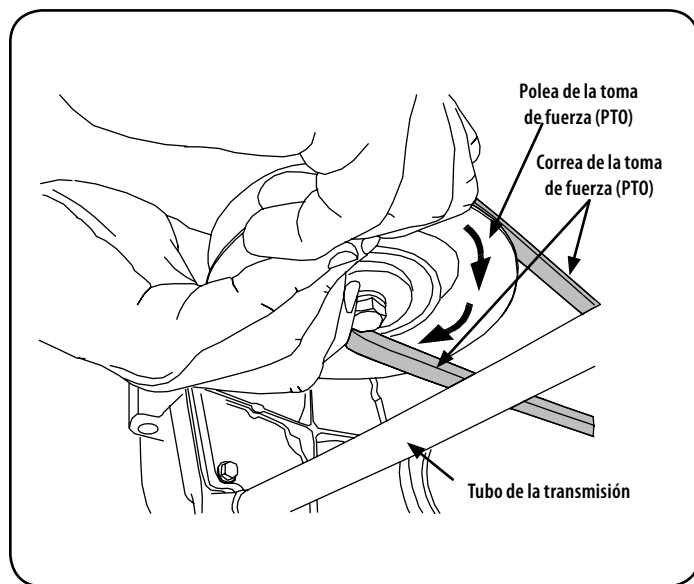

Figura 32
- d. Mientras sostiene la correa hacia abajo, siga girando la polea del PTO hasta que la correa se deslice fuera de la polea. Consulte la Figura 32.
11. Tire del lado derecho de la correa hacia atrás y colocar el lado estrecho V de la correa en la polea del PTO. Ver Figura 32.
12. Mientras sostiene la correa y la polea juntas , rote la polea hacia la izquierda (Ver Figura 32). Continúe oprimiendo y girando la polea y la correa hasta que la correa esté totalmente enrollada en la polea del PTO.